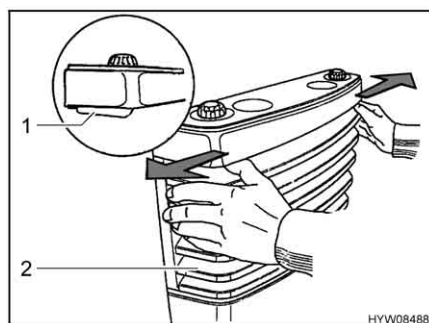

Fig. 104 Rimozione della copertura del riscaldamento
- Rimuovere la copertura del riscaldamento (Fig. 104,2). A tale scopo spingere contemporaneamente verso l'esterno le due leve di chiusura (Fig. 104,1) e ribaltare la copertura in avanti.